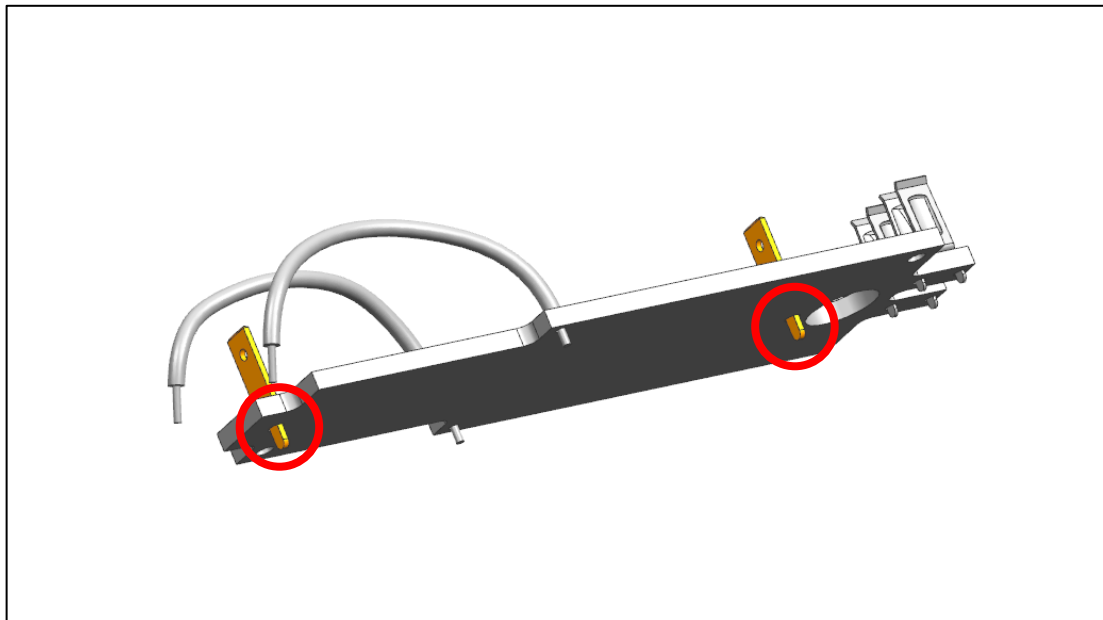

Abb. 32
- a) Löten Sie neue Akkupins in die dafür vorgesehenen Bohrungen auf der Platine (Abb. 32).